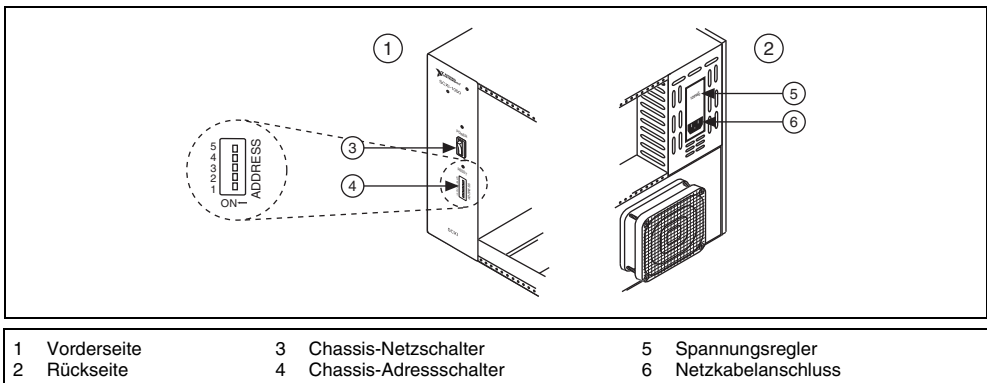

Abbildung 3. Aufbau eines SCXI-Chassis
- Wenn das Chassis mit Adressschaltern ausgestattet ist, können Sie damit die gewünschte Adresse einstellen. Bei der Konfiguration des Chassis im MAX (siehe Beschreibung in Schritt 12) müssen die Adresseinstellungen in der Software genau mit denen des Geräts übereinstimmen. Per Voreinstellung befinden sich alle Schalter in OFF-Stellung, wie in Abbildung 3 dargestellt.